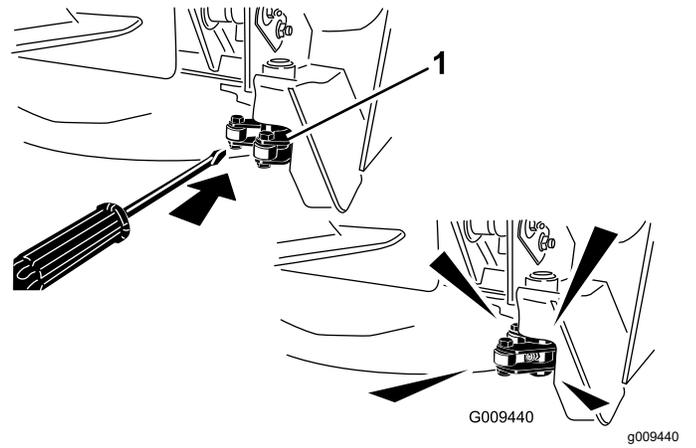

Figure 48
- **Remarque:** Vous devrez peut-être ouvrir les verrous manuellement pour accéder aux graisseurs (Figure 48). Utilisez un levier pour fermer et ouvrir le verrou.